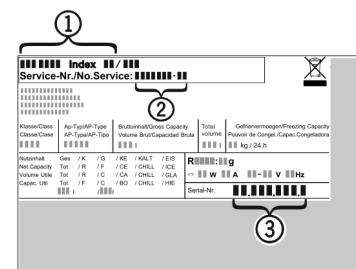

Fig. 12
- ▶ Прочетете от идентификационната табелка описание на уреда Fig. 12 (1), сервизния № Fig. 12 (2) и серийния № Fig. 12 (3). Идентификационната табелка се намира на лявата вътрешна стена на уреда.
- ▶ Обадете се на сервизната служба и посочете неизправността, описание на уреда Fig. 12 (1), сервизния № Fig. 12 (2) и серийния № Fig. 12 (3).